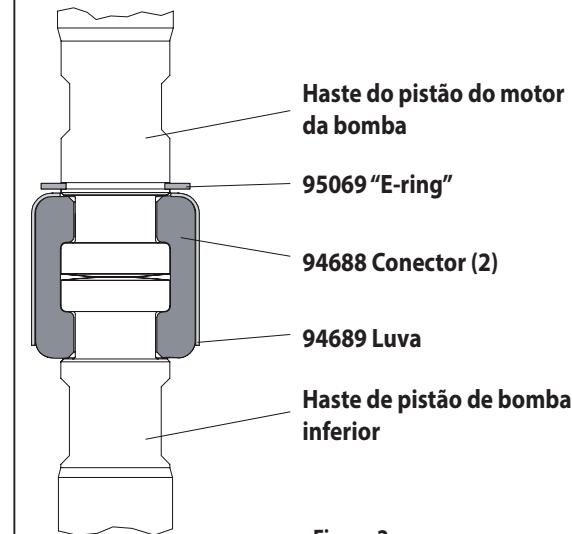

Figura 2
- Usando o anel e alicates, deslize o (95069) "E" ring acima distante o suficiente para permitir que a manga mover para cima e solte os dois conectores (Ver Figura 2). Pôr de lado o motor de ar.